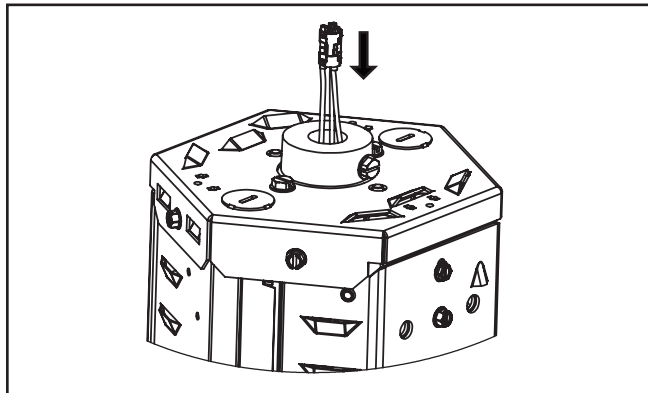

Figure 1.
1. Insérez les fils dans le boîtier du luminaire. (Figure 1.)